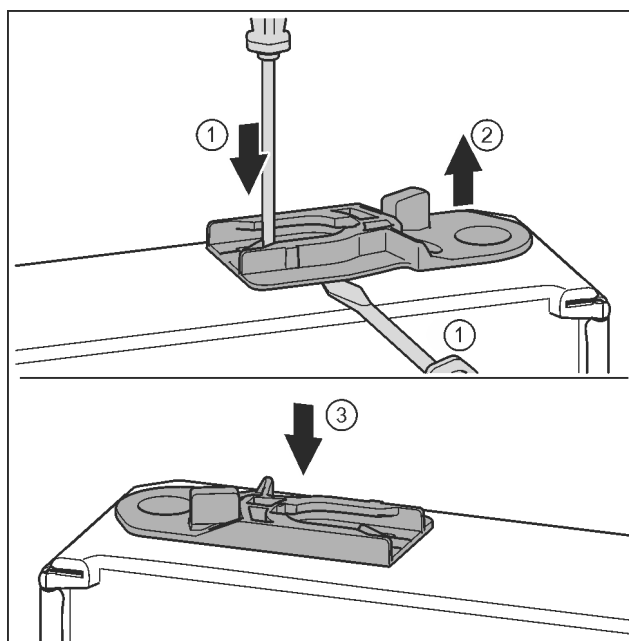

Fig. 32
- Führungsbuchse herausziehen: Lasche mit Schlitzschraubendreher drücken und gleichzeitig mit Schlitzschraubendreher unter Führungsbuchse fahren. *Fig. 32 (1, 2)*
- Im Lieferumfang beiliegende Führungsbuchse auf anderer Gehäusesseite einschieben. *Fig. 32 (3)*